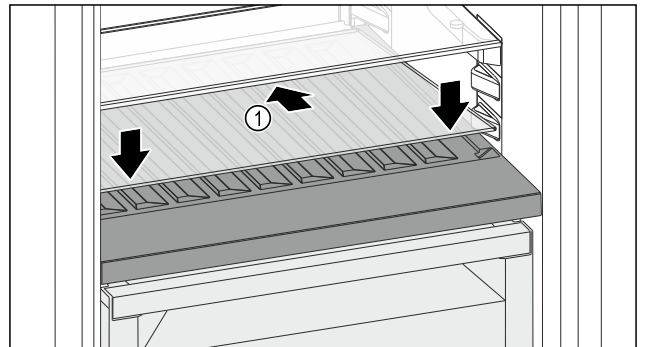

Fig. 118
- ▶ Glasplatte Fig. 118 (1) schräg und nach hinten unten geneigt ansetzen.
- ▶ Glasplatte Fig. 118 (1) vorne absenken.